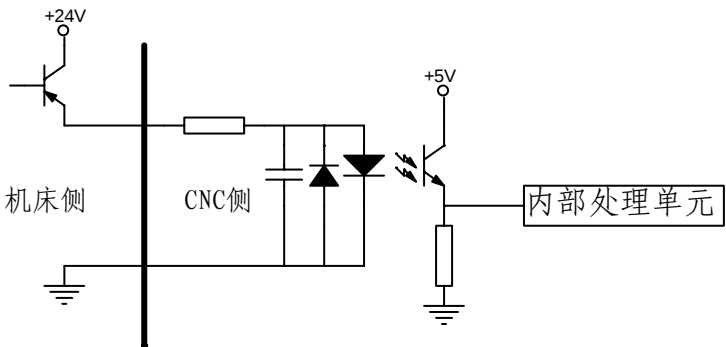

图 4.11 用 PNP 型传感器的连接
b) 用一个 PNP 型传感器既做减速信号又做零点信号时的连接方法如下图 4.11 所示：